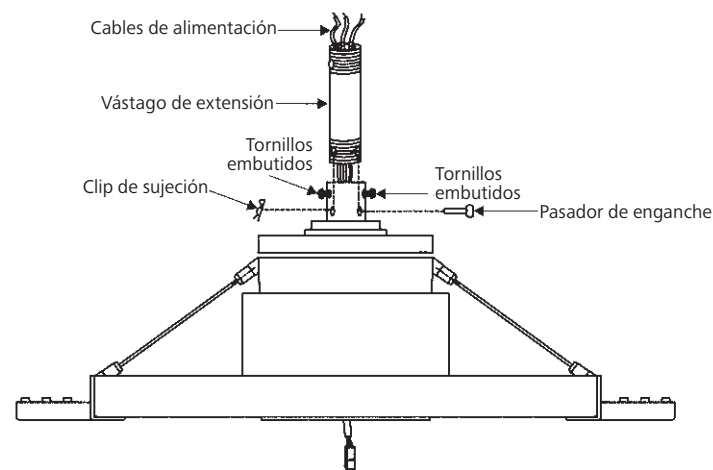

Fig. 9
**Paso 6.** Afloje los dos tornillos y retire el pasador de enganche y el clip de sujeción del acoplamiento en la parte superior del ensamble del motor. (Fig. 9)
Luego, vuelva a colocar el pasador de enganche y el clip de sujeción. Ajuste ambos tornillos embutidos. (Fig. 9)